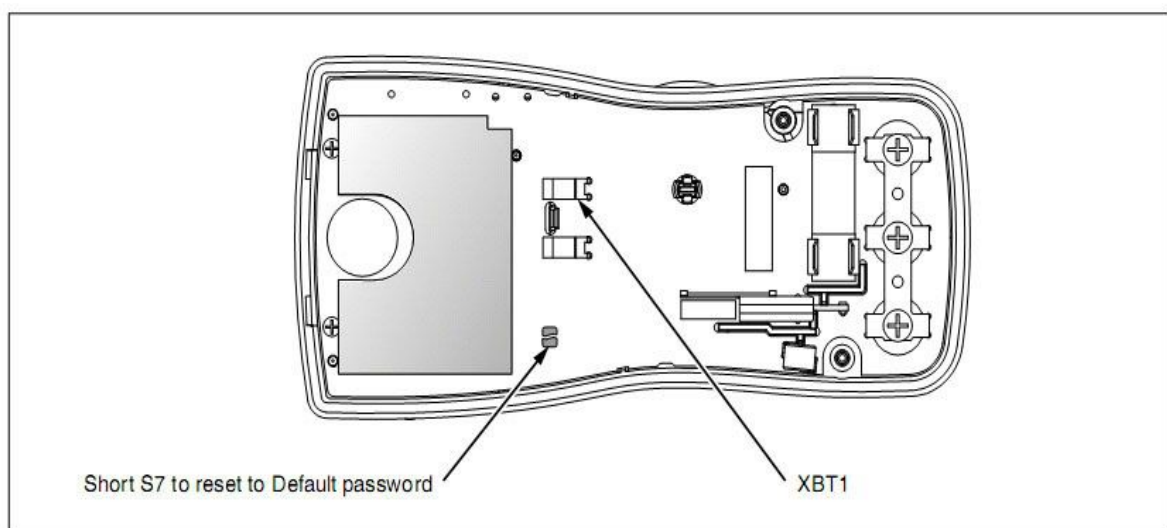

Figure 5. Calibration Password Reset
- 2、电池连接焊片（XBT1 和 XBT2）连入 9V 电源。参看图 5.
- 4、短接 PCA 背面的 S7 CAL 触点。见图 5。电表应发出哔哔声。